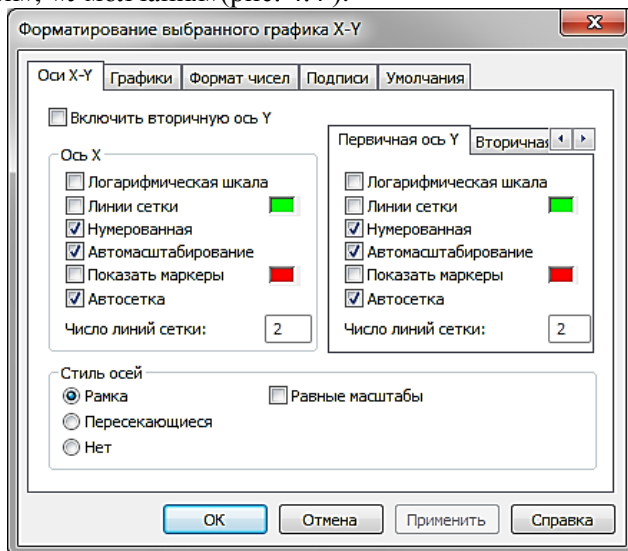

Рис. 4.4. Діалогове вікно «Форматирование выбранного графика X-Y»
1. В декардовій системі координат. Якщо з якоїсь причини зовнішній вид графіка не задовільний, то його можна змінити за допомогою ділового вікна «Форматирование выбранного графика X-Y», яке містить наступні вкладки «Оси X-Y», «Графики», «Подписи», «Умолчания» (рис. 4.4).